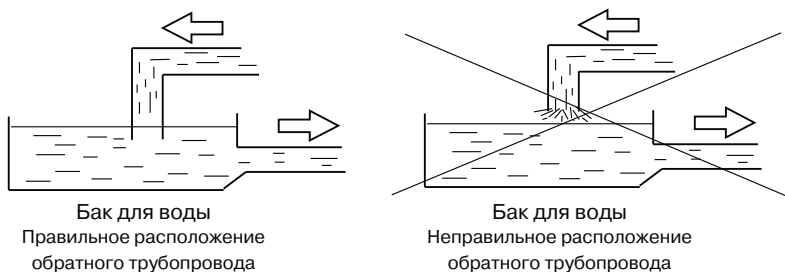

Рис. 6.7. Расположение обратного трубопровода хладагента
14. Если используется открытая система циркуляции хладагента, то конец обратного трубопровода должен быть погружен ниже уровня хладагента в баке (см. рис. 6.7).